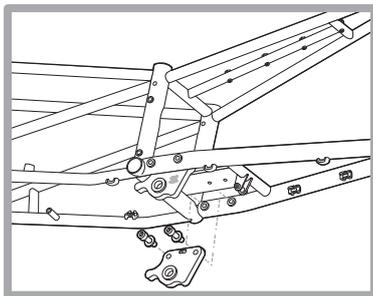

Figure 3
3. Identifiez les plaques de montage du cadre côté chaîne et côté opposé à la chaîne. Remarque : le logo Surly doit être à l'extérieur. Fixez les plaques sur le cadre à l'aide des vis M8x1,25-30L et des rondelles M8. Serrez à 15 Nm à l'aide d'une clé hexagonale de 6 mm (figure 3).